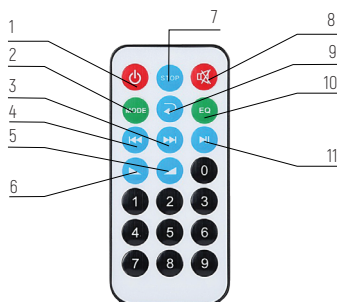

Рис. 47. Пульт дистанционного управления к MP3-плееру
Встроенный в плеер FM-тюнер транслирует радиостанции в диапазоне частот 88–108 мГц. Для удобства работы с плеером в комплект поставки изделия входит пульт дистанционного управления (рис. 47).
7.2. Назначение кнопок пульта дистанционного управления встроенного MP3-плеера (рис. 47).